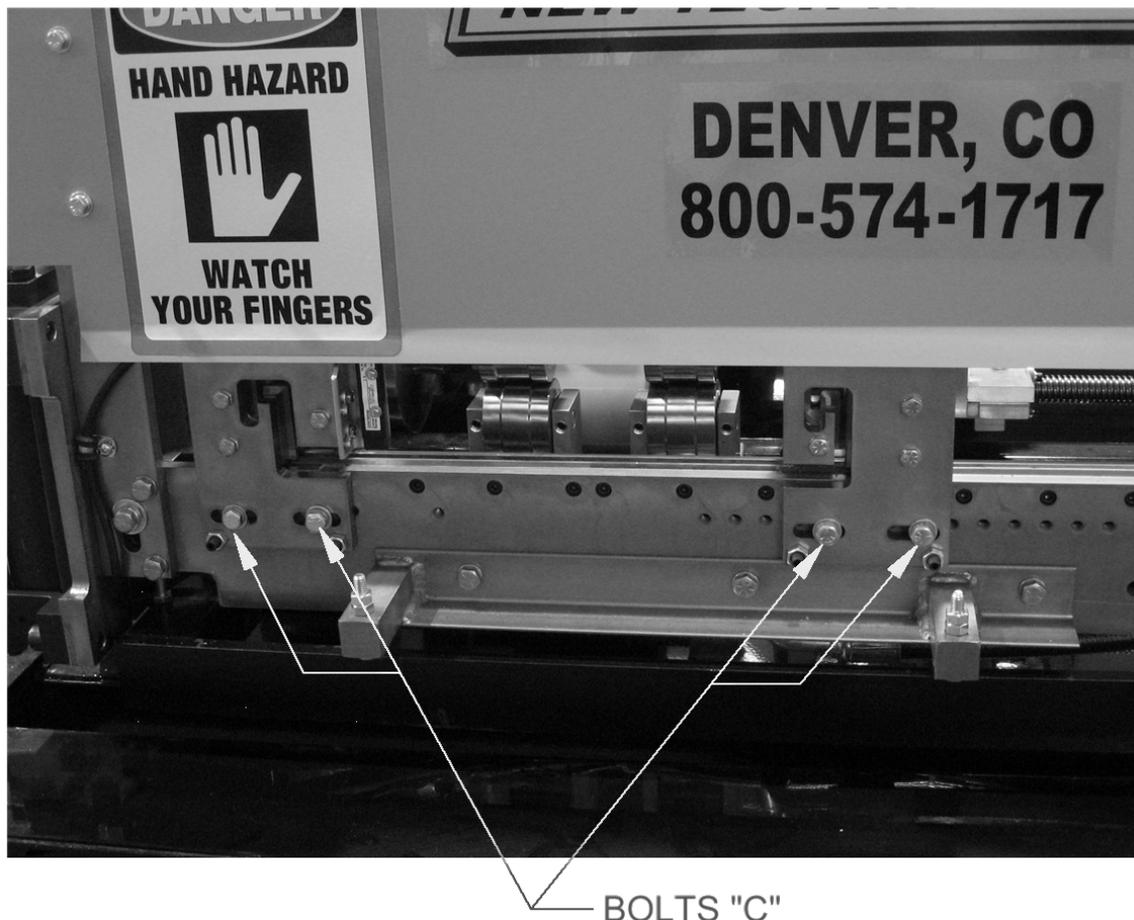

Ilustración 38: Tornillos de Cizalla
20. Retire los dos tornillos “C” localizados en los orificios en la parte baja del ensamble de salida de cizallas y aparte los tornillos y ensamble a un lado (Ilustración 38)